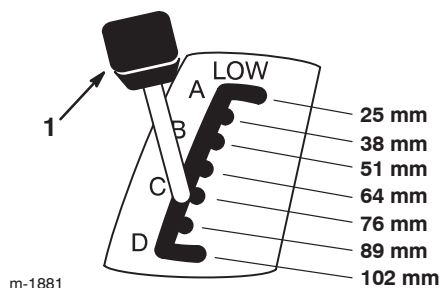

Bild 6
2. Ziehen Sie den Schnitthöhenhebel nach oben oder unten in die gewünschte Stellung (Bild 6).